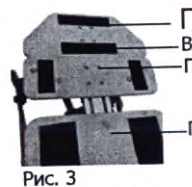

Рис. 3
2) Регулировка модулей по высоте (рис.3)